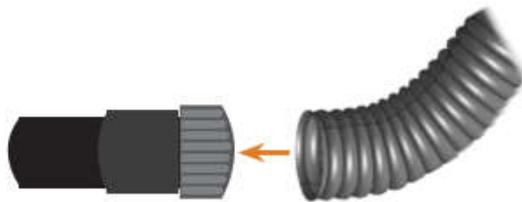

图 12 软管连接转接头
- ❖ 将吸尘器的吸尘软管完全插入螺纹侧面的软管接头，如图 12。